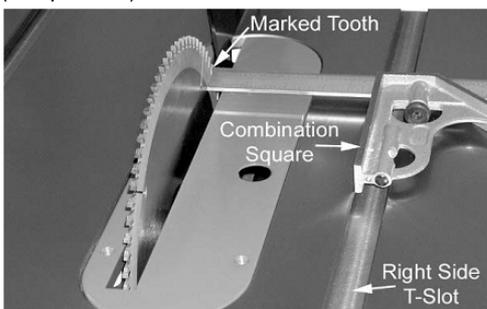

Рис. 24
Чтобы проверить и выровнять пильный диск (см. рис. 24):
3. Выберите зуб на дальней части пильного диска (сзади) и поднимите зуб чуть выше вставки в столе. Отметьте зуб с помощью маркера. Измерьте расстояние от правого края Т-образного паза, используя поверочный угольник. Убедитесь, что измерения по телу пильного диска между зубьями, а не на зубе (рис. 24).